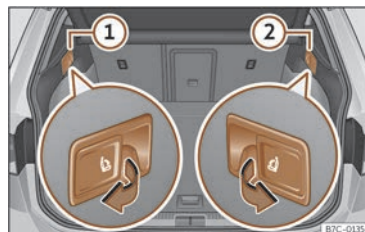

Fig. 76 În portbagaj: manete pentru deblocarea spătarului banchetei spate.
- Trageți maneta pentru deblocarea părților din stânga >>> **fig. 76** ① sau dreapta ② a spătarului banchetei, în direcția indicată de săgeată. Partea deblocată a spătarului scaunului din spate se pliază automat în față.